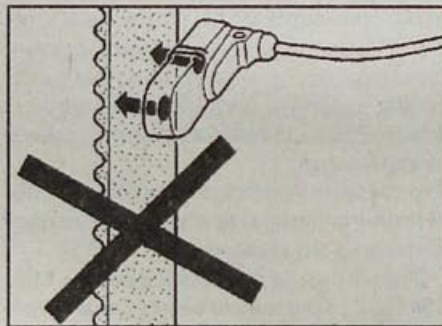

Рис. 1.28. Недопустимое расположение обоих датчиков при измерении натяжения ремня
• Измерение можно проводить как со стороны (1), так и со стороны (2) в зависимости от габаритов.
• Во время измерения не допускайте одновременного расположения обоих датчиков напротив ремня (рис. 1.28, 1.29).